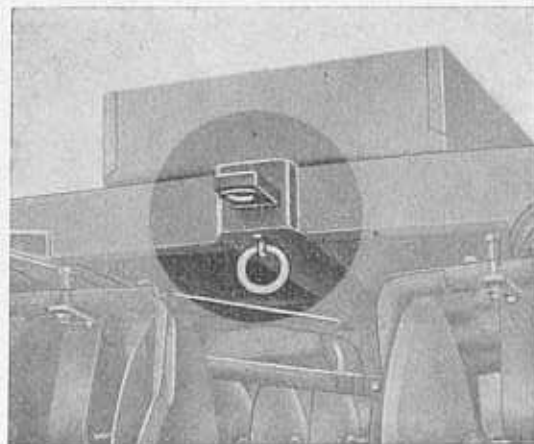

Abb. 20
- 5.7. Zum Anhängen von Walzen und Eggen ist ein Kettenring am Rahmen angebracht (Abb. 20).